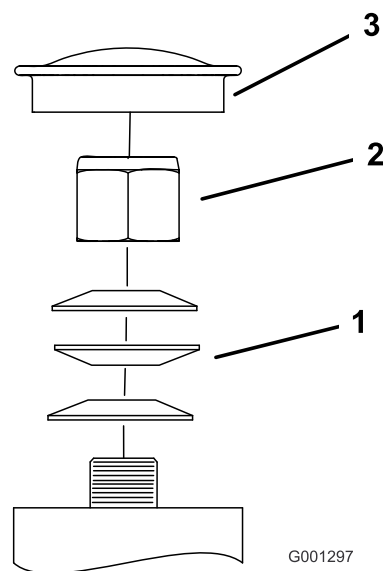

Figure 66
3. Retirez le capuchon antipoussière de la roue pivotante et serrez le contre-écrou (Figure 66).
4. Continuez de le serrer jusqu'à ce que les rondelles élastiques soient aplaties, puis desserrez-le de 1/4 de tour pour obtenir la précharge correcte des roulements (Figure 66).
Important: Veillez à placer les rondelles élastiques comme montré à la Figure 66.
5. Remettez le capuchon antipoussière en place (Figure 66).